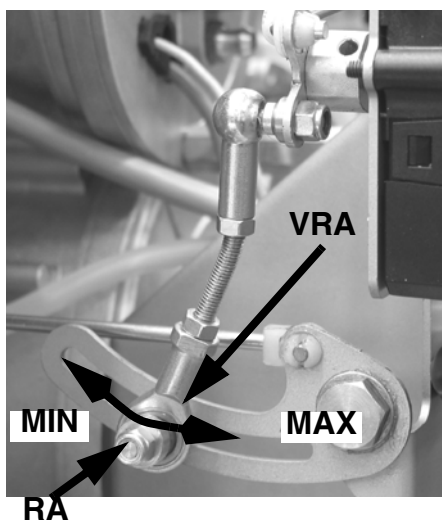

Fig. 14
- 13 La **regolazione dell'aria** comburente viene effettuata per mezzo del servocomando. La rotazione del servocomando deve essere sempre pari a 90° (vedi paragrafo successivo) con qualsiasi taratura dell'alta e della bassa fiamma. L'apertura della serranda aria viene regolata tramite la camma asolata di Fig. 14. Per regolare la portata d'aria allentare il dado **RA** (Fig. 14) e muovere la leva **VRA** lungo l'asola come indicato, per aumentare o diminuire la portata dell'aria, fino ad ottenere la portata richiesta, bloccare quindi il dado **RA** nella posizione corrispondente.